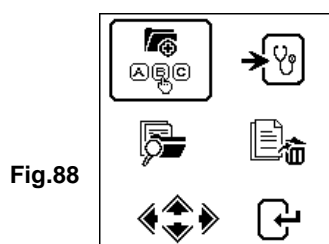

Fig.88
1. Andare al menu principale (Fig.88), selezionare Visualizza risultati del test (Fig.89) come mostrato sotto: